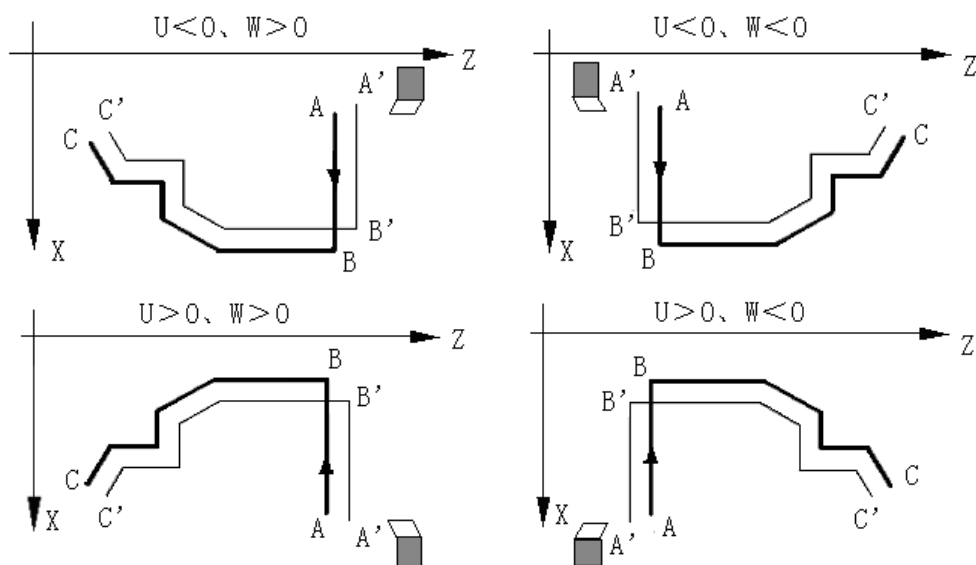

图4-16-4
- 5) G71 指令③中, P~Q 程序段中的指令编程规则同粗车 G71 指令②相同。
- 6) 系统执行粗车 G71 指令②时, 自动记忆最近的 G71 中的 X (U)、P、Q 字段数据; 如果 G710 省略了 X (U)、P、Q 字段, 则直接引用内部记忆的数据。因此, 如果是对最近粗车过的 G71 轨迹进行精车, 则可以省去 G710 之后的字段。
- 9) G710 与 G71 指令②一样, 内部可以进行刀尖半径补偿, 编程规则、格式与 G71 指令②一样。
- 10) 留粗车余量时坐标偏移方向: 指令①的 U、W 反映了精车时坐标偏移和切入方向, 按 U、W 的符号有四种不同组合, 见图 4-16-4, 图中: B→C 为精车轨迹, B'→C' 为粗车轮廓, A 为起刀点。